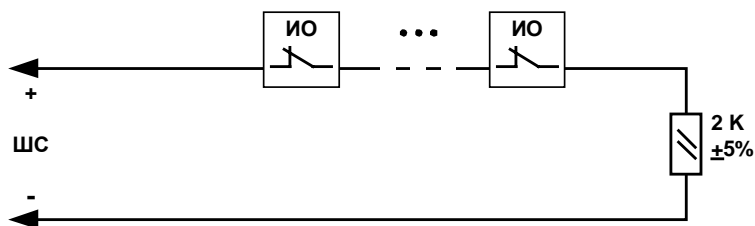

Рис. 4 Охранный ШС без контроля обрыва
- от пассивных ИО с нормально-замкнутыми контактами без контроля обрыва (см. Рис. 4, Табл. 3);